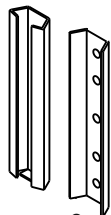

рис. 3
- 6) **присоединить** боковину к основанию с помощью специальных кронштейнов (рис.3), закрепленных на каркасах боковин и основания, как показано на рис. 4.